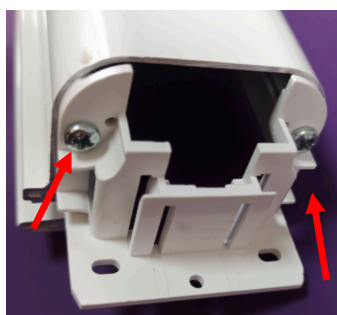

Рис. 4.16
4.10. Установить кронштейн со вставкой на короб со стороны заглушки и закрепить его шурупами 3x12 (Рис. 4.16).